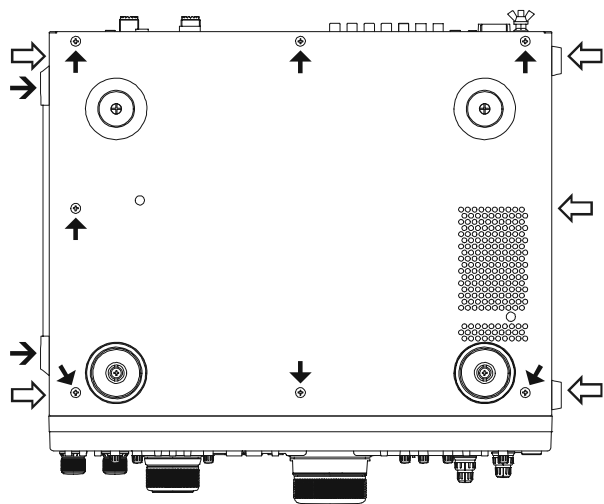

Figure 1
- ☐ En référence à la Figure 1, ôter les 2 vis ($\rightarrow$), 5 vis ($\Rightarrow$), et les 7 ($\rightarrow$) qui se trouvent sur le couvercle inférieur.
- ☐ En référence à la Figure 1, ôter les 2 vis (→), 5 vis (⇔), et les 7 (→) qui se trouvent sur le couvercle inférieur.